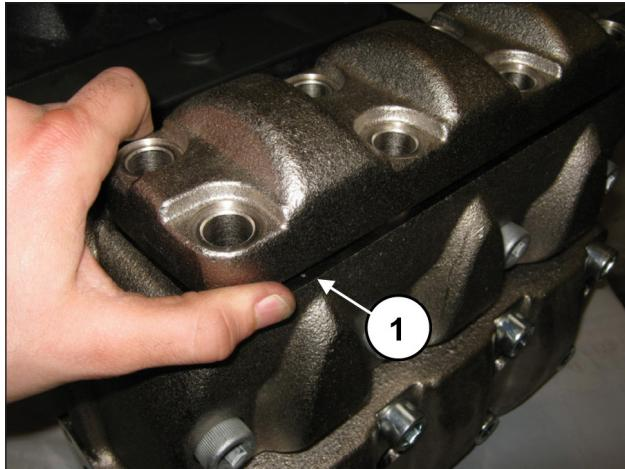
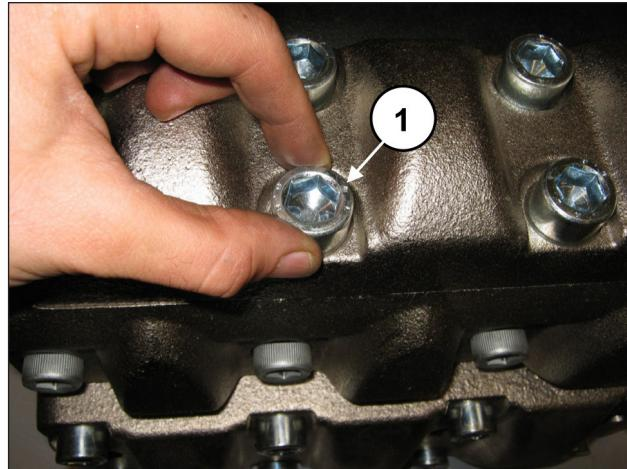

Fig. 161
Fig. 162
Après avoir terminé le remontage des groupes soupape de refoulement, poser le couvre-soupapes de refoulement (rep. ①, Fig. 161) et visser les 8 vis M16x45 (rep. ①, Fig. 162).